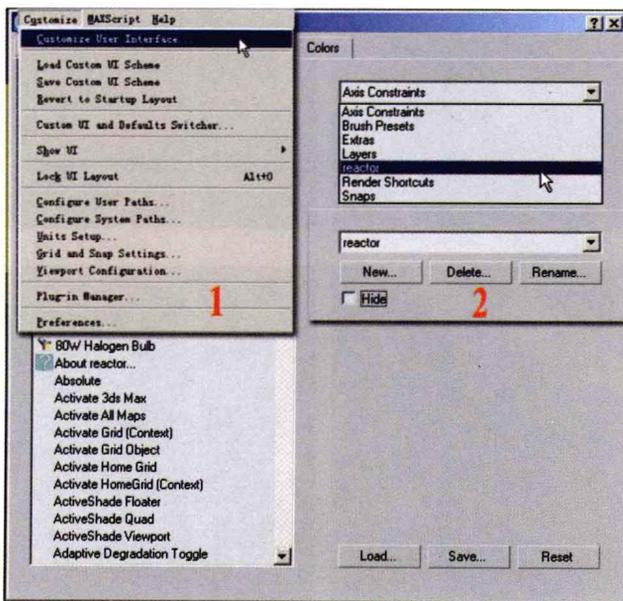

图 1-27
1. 打开桌子模型，选择单【Customize】（自定义），按照如图所示打开【Reactor】（动力学）的面板，然后再用鼠标显示出的动力学工具栏蓝色处快速双击，使其自动放置在软件界面的左边。如图 1-27 所示。